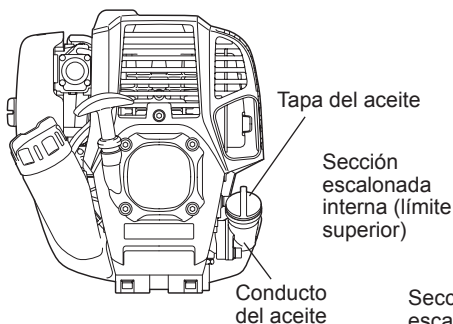

Fig. 1
- Ajuste el nivel del motor, quite la tapa del aceite (Fig. 1) y verifique si el aceite se encuentra o no dentro del rango entre las marcas de los límites superior e inferior del conducto del aceite (Fig. 2).